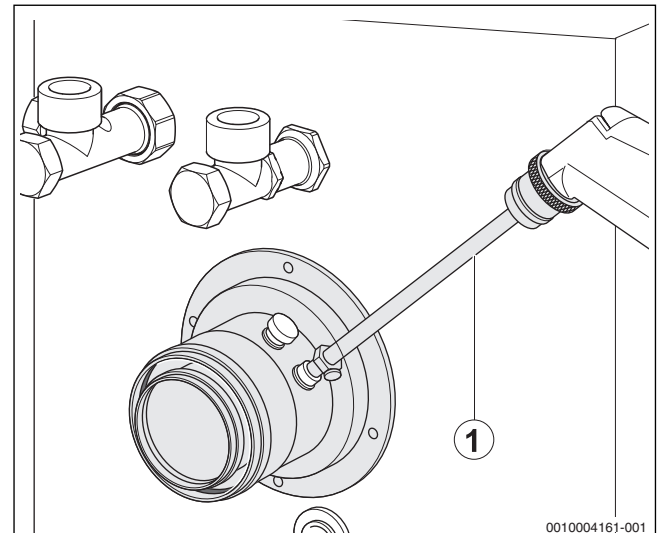

Bild 57 Messwerte aufnehmen
- Messfühler durch die Messöffnung (→ Bild 57, Seite 31) im Abgas-